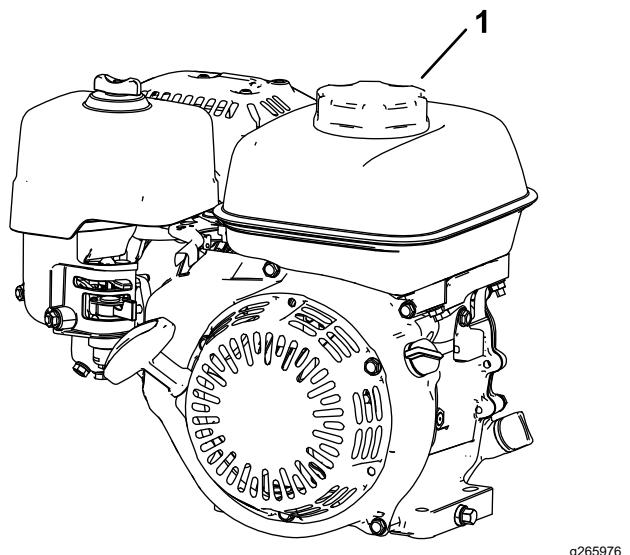

Figura 10
3. Limpe a zona em redor da tampa do depósito de combustível e retire-a (Figura 10).